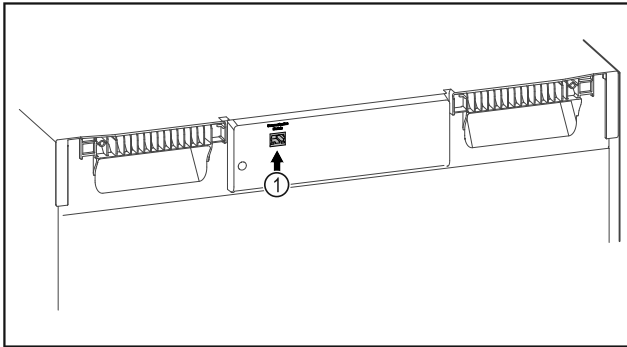

Fig. 150
- A SmartModule Fig. 150 (1) be van helyezve.